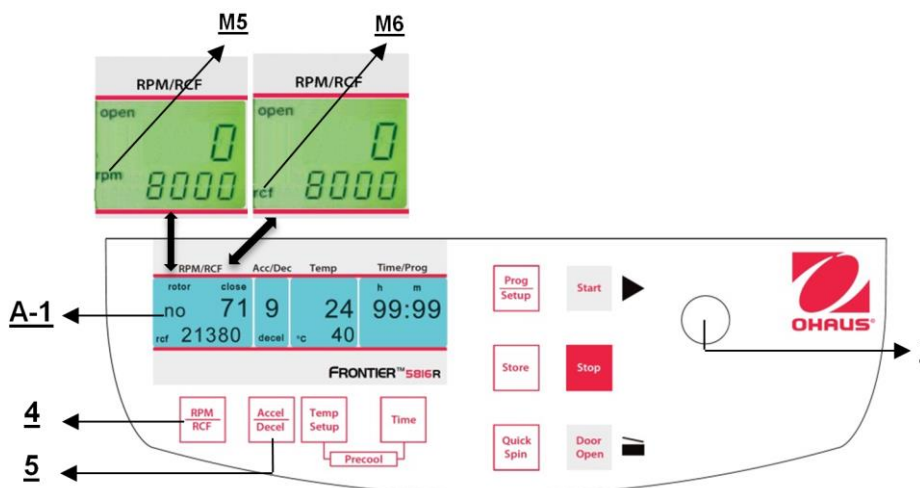

Figura 16
Esta preselección se activa con el botón **"RPM | RCF"** (4) (consulte la Figura 16 a continuación). Al presionar el botón una vez, destella la palabra **"rpm"** (M5). Al presionar el botón dos veces, se puede seleccionar la preselección de las fuerzas centrífugas. Entonces aparece la palabra **"rcf"** (M6). Puede establecer los valores que desee con la perilla de ajuste (1). En la pantalla (A-1) aparece permanentemente el valor regulado, antes, durante y después de la operación.